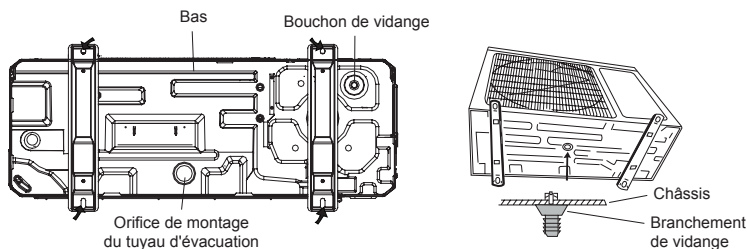

Fig. 12
4.2.2 Évacuation de la condensation sur l'équipement extérieur (uniquement pour la pompe à chaleur) (Fig. 12)